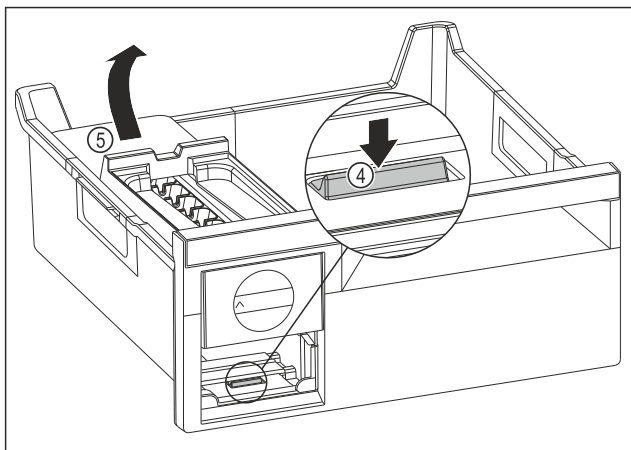

Fig. 76
- EasyTwist-Ice-Korpus entnehmen: Lasche Fig. 76 (4) mit Finger nach unten drücken und gleichzeitig mit der anderen Hand den EasyTwist-Ice-Korpus Fig. 76 (5) von hinten anheben.